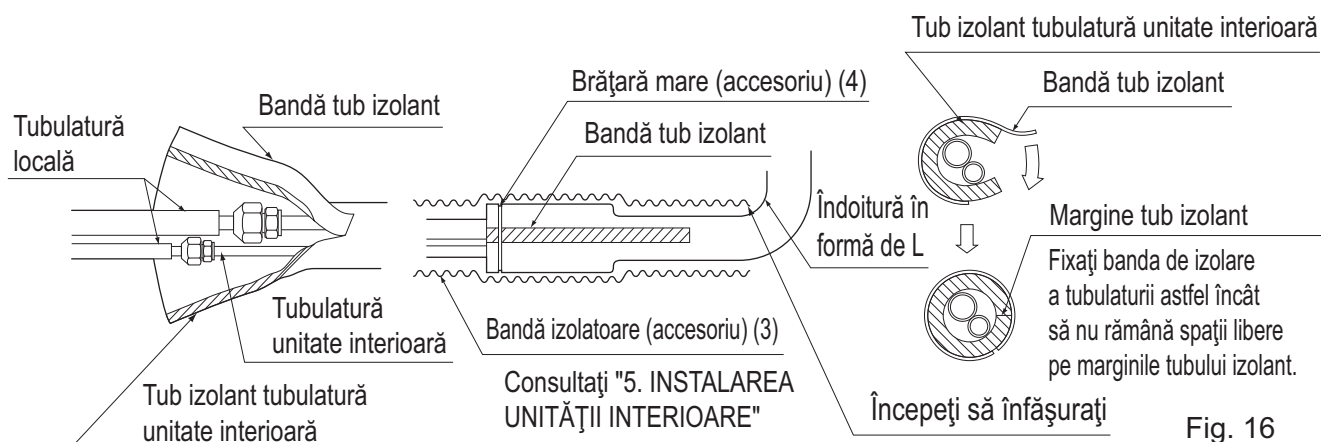

Fig. 16
- După finalizarea probei de etanșeitate a racordului tubulaturii, executați izolarea termică cu tuburi de izolare suplimentare și bandă izolatoare (3). Banda izolatoare (3) trebuie înfășurată de la cotul în formă de L complet până la capăt în interiorul unității. **(Consultați Fig. 16)**